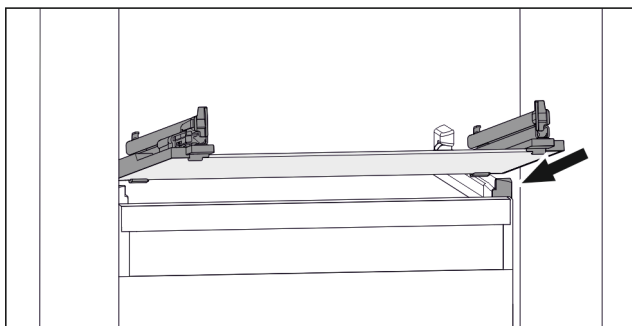

Fig. 95 Príklad zobrazenia sklenenej dosky
- ▶ Nasadte sklenenú dosku šikmo za zarážkami. (pozri Fig. 95)